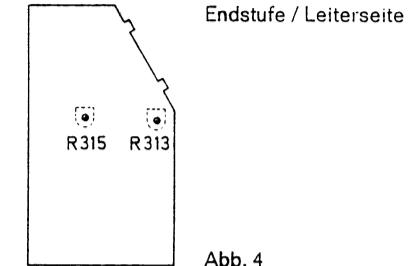

Abb. 4
2.5 R 313/R 315 Ruhestrom der Endstufe (Abb. 4)